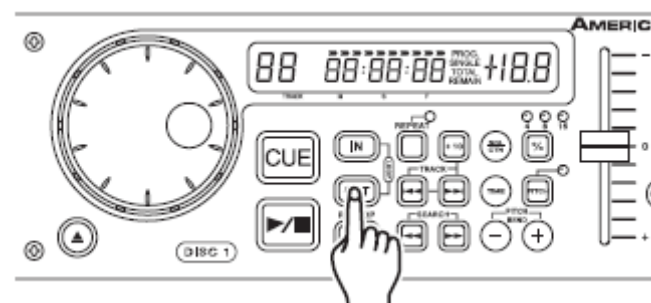

Figure 18
4) Appuyez sur le bouton *RELOOP* (16) afin de réactiver la boucle. Appuyez sur le bouton *OUT* (11) pour désactiver la boucle.
5) Appuyez à nouveau sur le bouton *OUT* (11) quand vous atteignez votre nouveau point de fin (Figure 18).
- **POUR UNE BOUCLE PLUS COURTE** : Appuyez sur le bouton *OUT* (11) à un point précédent dans la piste (Figure 18).
- **POUR UNE BOUCLE PLUS LONGUE** : Appuyez sur le bouton *OUT* (11) à un point suivant dans la piste (Figure 18).
3) Appuyez sur le bouton *OUT* (11) pour définir le point final de votre BOUCLE (Figure 18). Les LED du bouton *IN* et du bouton *OUT* commencent à clignoter, indiquant que le mode BOUCLE a été activé. Appuyez sur le bouton *OUT* pour arrêter la boucle.